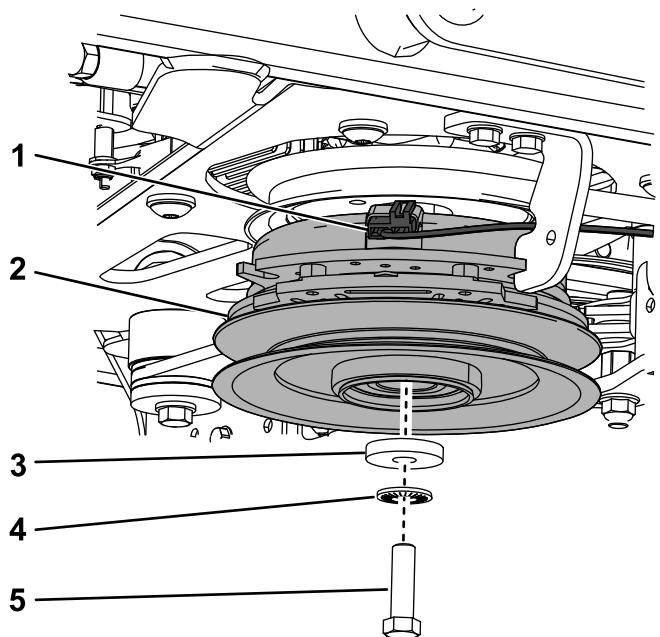

**Figure 88**
5. Retirez les 2 boulons, les 2 écrous et la rondelle qui fixent les pattes de support du tablier aux plaques de levage des deux côtés du tablier de coupe (Figure 87 et Figure 88).
**Remarque:** Pour les les tabliers de 132 cm (52 po), montez les pattes de support avant à l'extérieur des bras de levage avant (Figure 87). Pour les les tabliers de 152 cm (60 po), montez les pattes de support avant à l'intérieur des bras de levage avant (Figure 88).